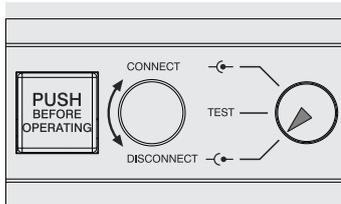

Figura 52
- interruttore in posizione di estratto (vedi Figura 52)